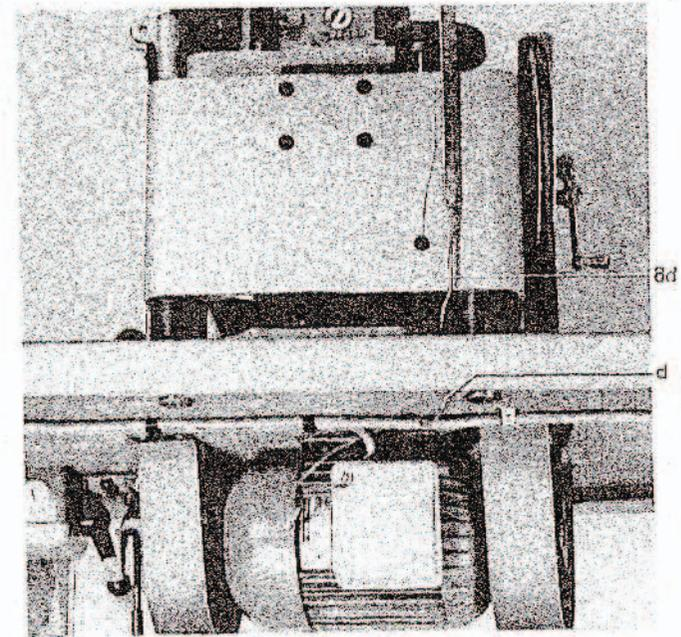

Abb. 7
12. Die Leitung 8d (Abb. 7) zur Ableitung der statischen Aufladung der Maschine, wie aus dem Installations- und Montageplan sowie der Abbil-